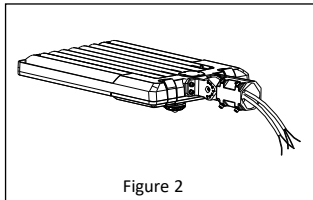

Figure 2
2. Installez le support sur le luminaire à l'aide des vis retirées à l'étape précédente. **Reportez-vous à la Figure 2.**